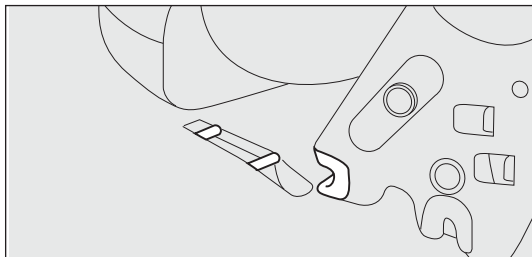

рис. 26f
- вставьте крепления к полу рис. 26f;